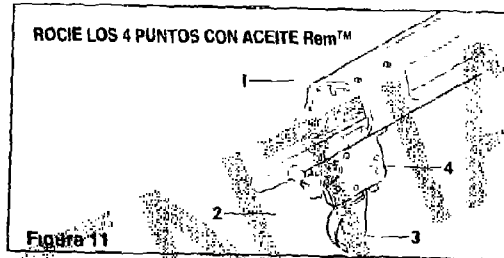

Figura 11
6. Rocíe con aceite RemTM el cajon de mecanismos y los cuatro puntos del mecanismo del gatillo. Vea la Figura 11. Deje reposar durante 15 minutos. Rocíe otra vez para lavar los componentes. Sacúdolos para eliminar el exceso de lubricante.